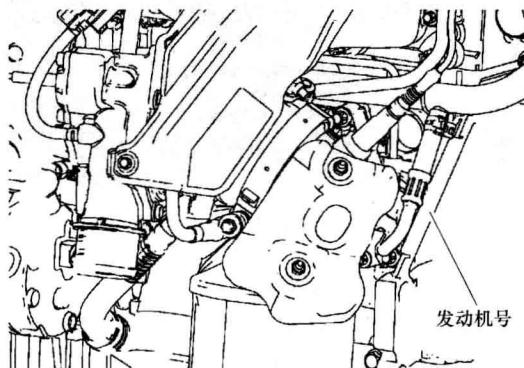

图 2-4 1.6T (LLU) 发动机号钢印的位置
1) 1.6T (LLU) 发动机号。如图 2-4 所示, 1.6T (LLU) 发动机号压印在发动机气缸体上, 接近 4 号气缸, 在变速器和涡轮增压器之间。涡轮增压器冷却液供液管安装在发动机号印记部位。